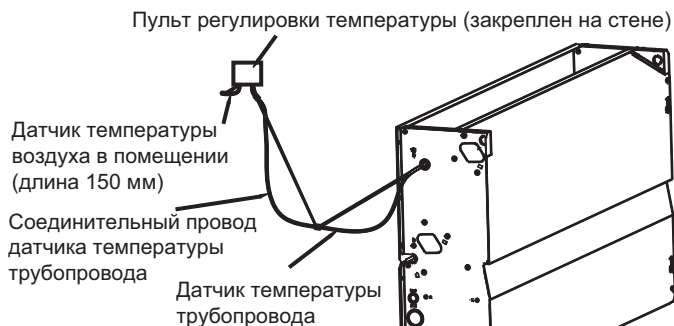

Рис. 3-13
• Наружное расположение пульта регулировки температуры (Рис. 3-13)